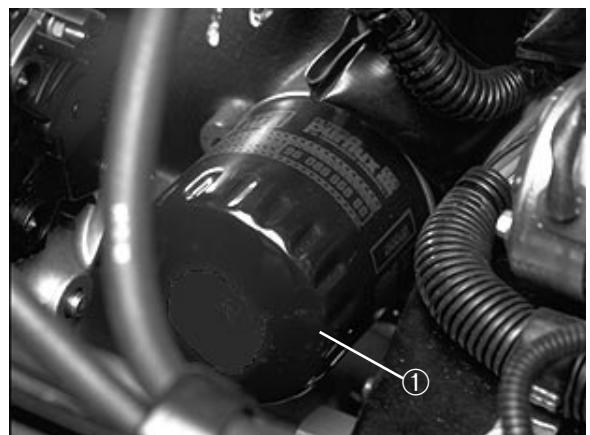

Figure 36
2. Déposer le filtre à huile (Fig. 36). Enduire le joint du filtre neuf d'une fine couche d'huile propre avant de le visser en place. NE PAS TROP SERRER.